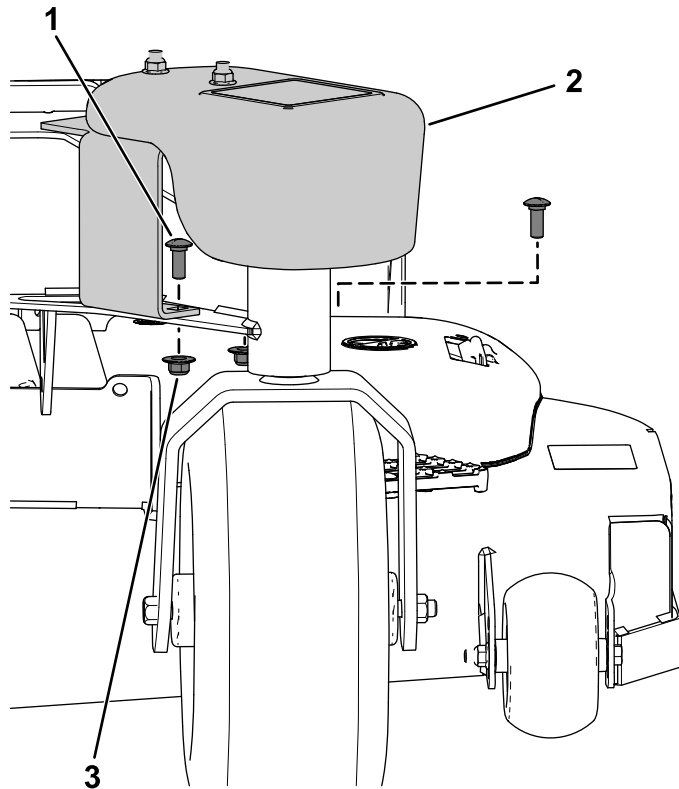

Figura 6
1. Prenda o peso ao braço da roda giratória utilizando dois parafusos de carroçaria (3/8 pol. x 1 pol.) e duas porcas flangeadas (3/8 pol.), como se mostra na Figura 6.